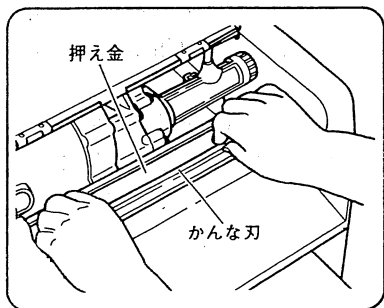

図 26
(3) かなな刃の両端を持って押え金とかなな胴の間にかなな刃を挿入します。(図 26)